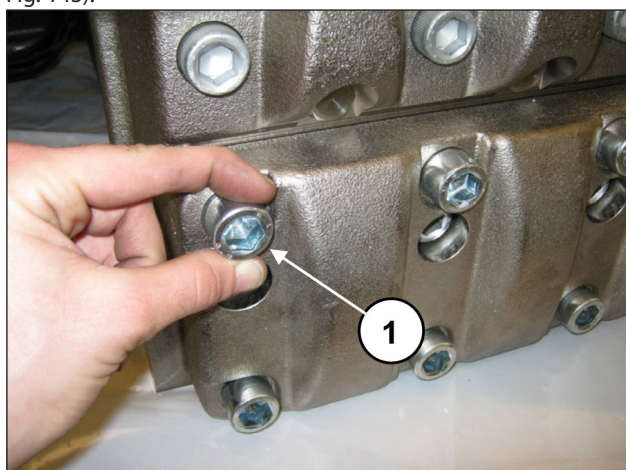
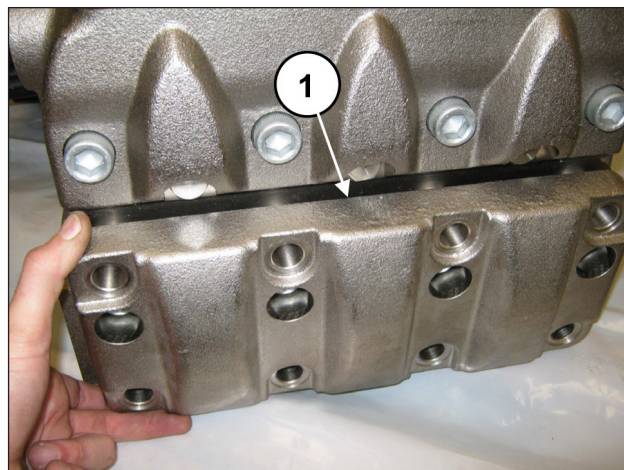

Fig. 142
Fig. 143
Quitar los 8 tornillos M18x65 de la tapa de las válvulas de aspiración (pos. ①, Fig. 142) y desmontar la tapa (pos. ①, Fig. 143).